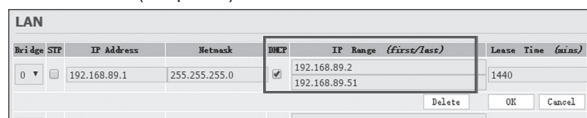

Рис.2
5. Убедитесь, что функция протокола динамической конфигурации хоста активна (см. рис. 2).